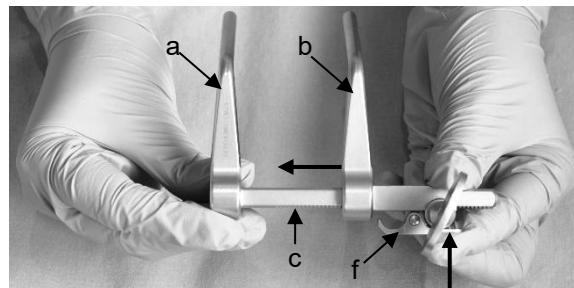

Abb. 17
2.	<p>Den beweglichen Spreizerarm (b) auf der Zahnstange (c) nach innen in Richtung des festen Spreizerarms (a) transportieren (Abb. 17).</p> <p>Das zusammengesetzte Instrument ist nach einem Funktionstest nun wieder einsatzbereit.</p>